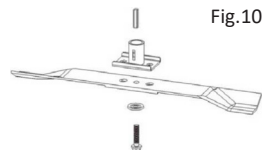

Fig.10
- Se si desidera sostituire la lama di taglio, rimuovere il bullone (Fig. 10).